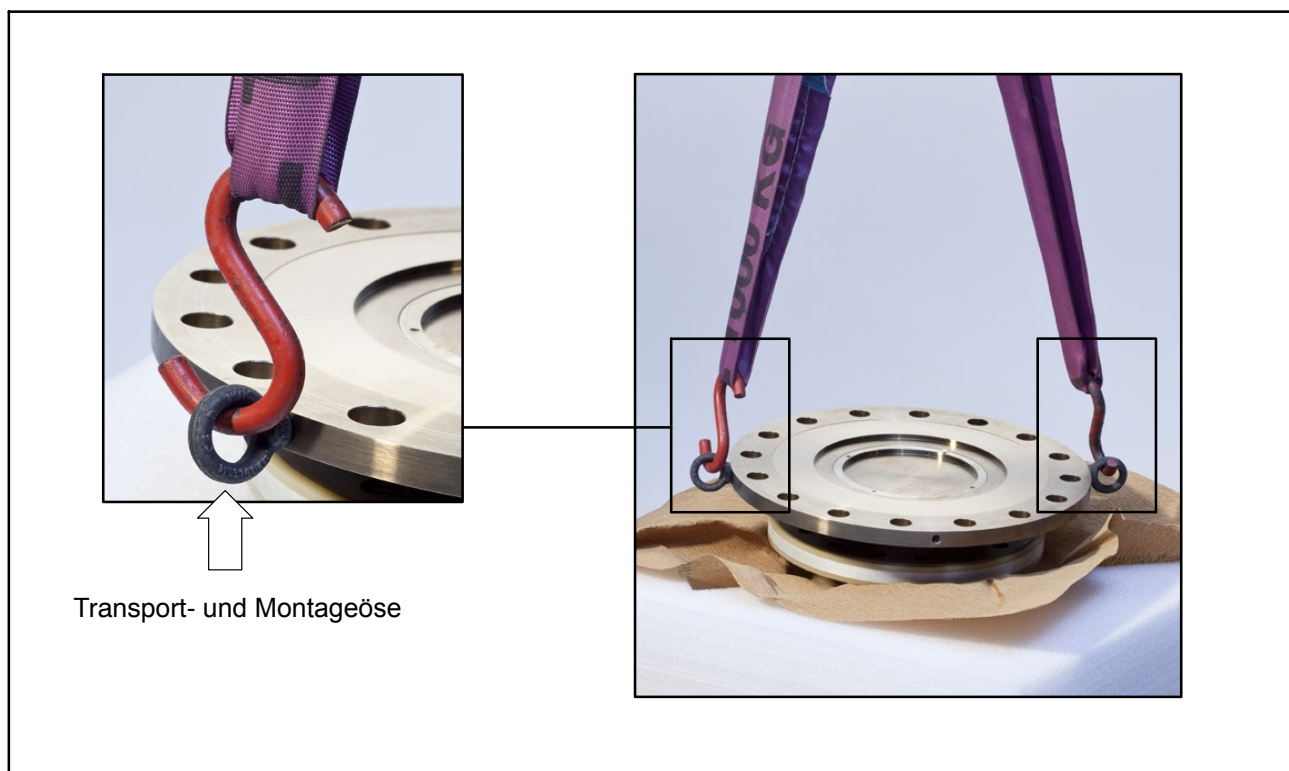

Abb. 4.1: Transport- und Montageösen am Rotor
Am Rotor sind als Transport- und Montagehilfe zwei Ösen eingeschraubt. Haken Sie in diese Ösen das Hebegeschirr ein, nur so ist gewährleistet, dass der Rotor waagrecht aus der Verpackung gehoben wird (siehe Abb. 4.1).
1. Heben Sie den Rotor aus der Verpackung, drehen Sie ihn horizontal um 180°, so dass Flansch B nach oben zeigt (siehe Abb. 4.1).
6. Heben Sie den Rotor vorsichtig an und verfahren Sie ihn an die Montagestelle (siehe Abb. 4.1).